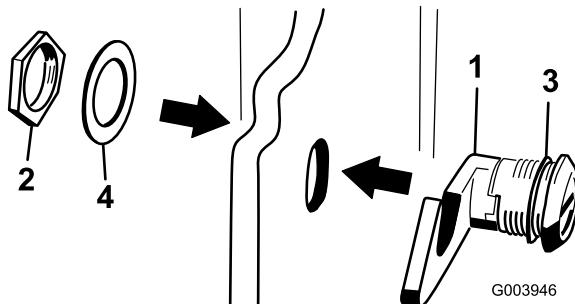

Figura 16
3. Retire a porca do trinco do capot (Figura 16).
4. Fora do capot, insira a extremidade do gancho do trinco através do orifício no capot. Certifique-se de que anilha vedante em borracha permanece do lado de fora do capot (Figura 16).